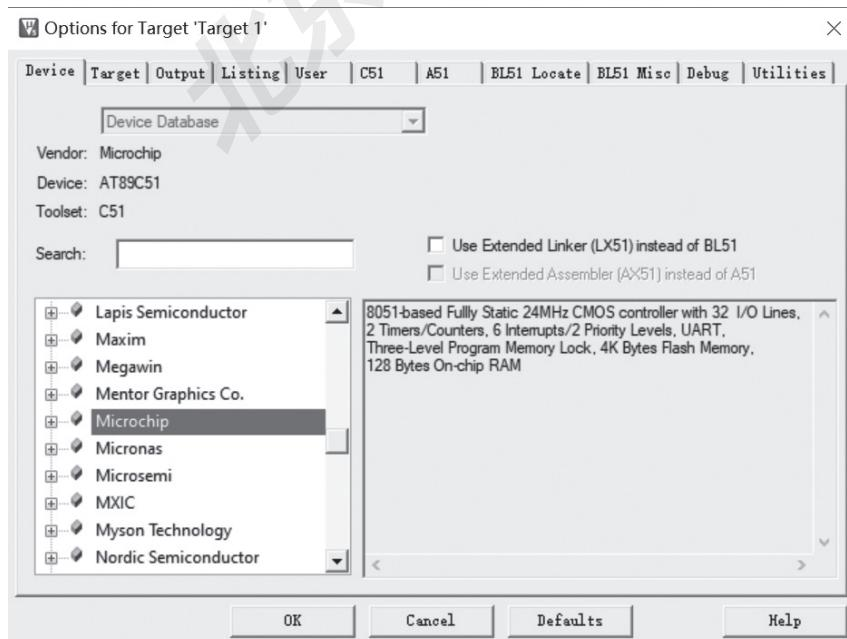
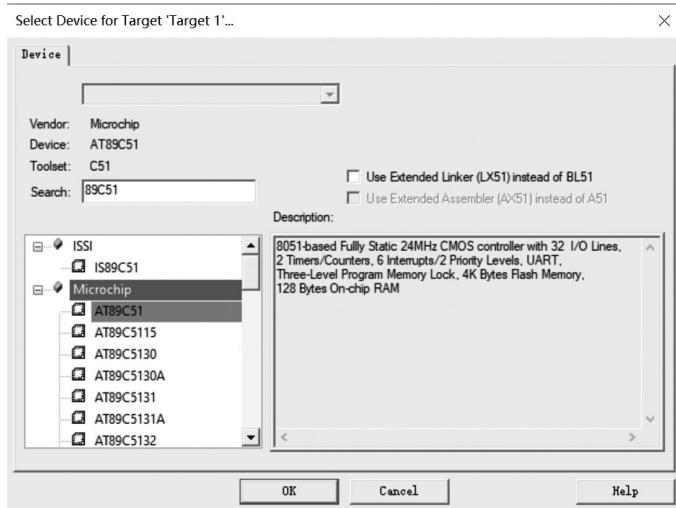

图 1-1-11 选择 CPU
图 1-1-12 选择 AT89C51
(3) 第三步：选择 CPU。紧接着，Keil C51 提示选择 CPU 器件。8051 内核单片机最早是由 Intel 公司开发的，后来其他厂商如 Philips、Atmel、Winbond 等先后推出其兼容产品，并在 8051 的基础上扩展了许多增强功能。在这里可以选择 Atmel 公司的一个器件“AT89C51”，该器件与 Intel 的 8051 单片机完全兼容。如图 1-1-11、图 1-1-12 所示。